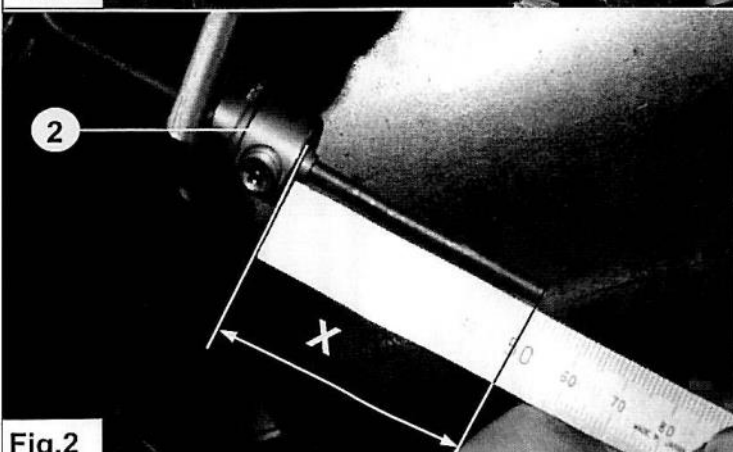

Fig.2
4. Stel de LAR af met schuifstuk **2** zodat $X=50\text{mm} \pm 0.5$. Zie fig. 2.
4. Stellen Sie die ALB Regelung ein mit dem Schiebestück **2** so daß $X=50\text{mm} \pm 0.5$. Siehe Fig. 2.